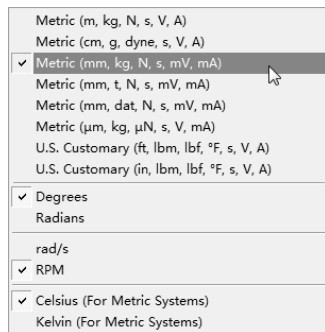

图 7-55 设置分析单位
2) 选择【Units】|【Metric (mm,kg,N,s,mV,mA)】命令，设置分析单位，如图 7-55 所示。